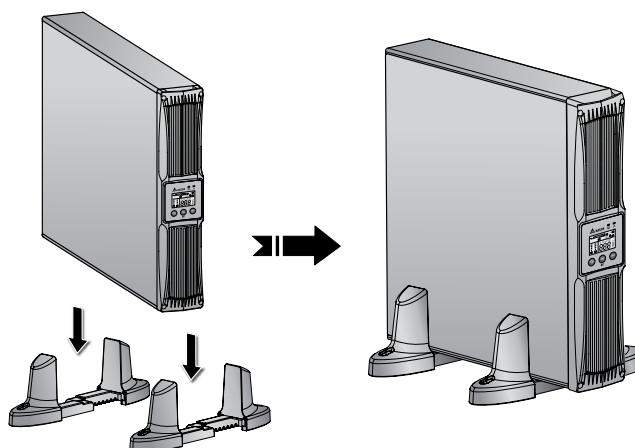

Рис. 3-10. Установите ИБП в опоры для вертикального монтажа
- 6 Установите ИБП в опоры для вертикального монтажа (эту операцию следует выполнять вдвоём). См. **Рис. 3-10**.